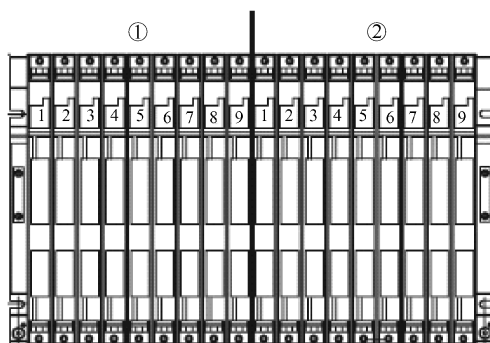

图 2-46 UR2-H 机架及其总线
UR2-H 机架及其总线如图 2-46 所示，机架分为①和②两段，每段 9 槽，每段都有各自的电源和 CPU。
① 段的 1 ~ 9 号槽按顺序分别安装电源模块、CPU 模块和 DI 模块等。
② 段的 1 ~ 9 号槽按顺序分别安装电源模块、CPU 模块及 DI 模块等。